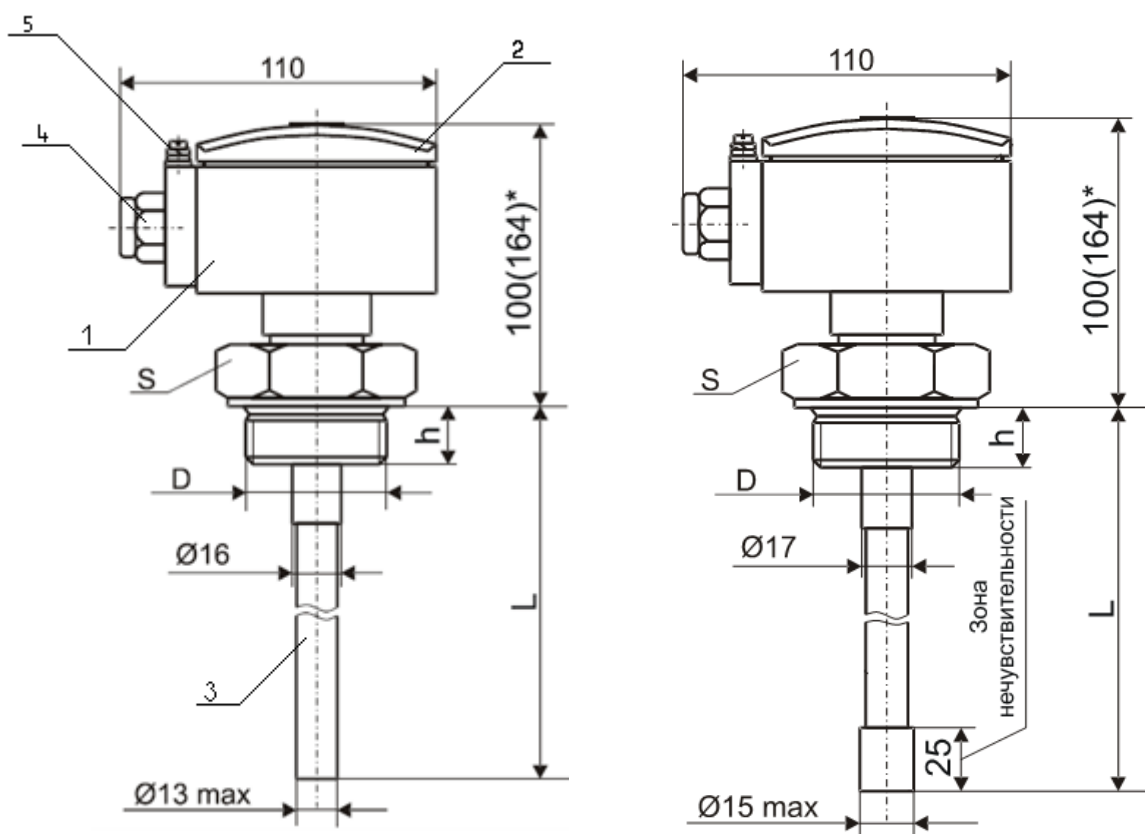

Рисунок 1 – Сигнализатор со стержневым ЧЭ
- со стержневым ЧЭ - рисунок 1;
1.4.1 В состав электронного модуля сигнализатора (см. рисунок 1) входит печатная плата со смонтированными на ней электрорадиоэлементами в том числе - элементами регулировки и индикации, закрепленная в корпусе 1. Корпус закрыт крышкой 2, которая фиксируется четырьмя винтами. К основанию корпуса крепится чувствительный элемент 3 посредством резьбы штуцера, уплотненной герметиком.